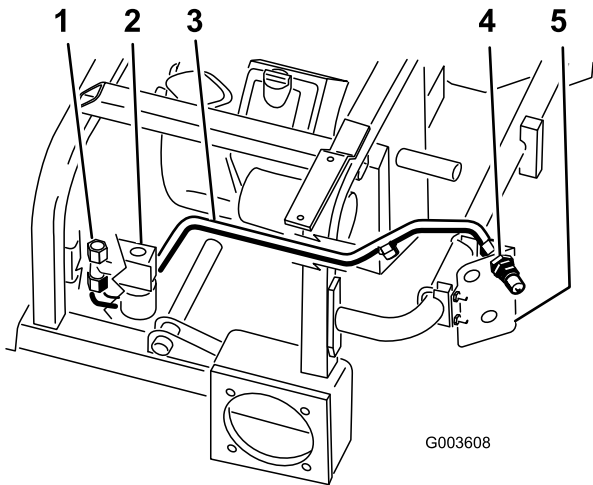

Bild 15
2. Positionieren Sie die Hydraulikleitung Nummer 1 in der Maschine, siehe Bild 15.
3. Befestigen Sie die Hydraulikleitung Nummer 1 am T-Stück, das seitlich am Ventil montiert ist (**Bild 15**).
4. Befestigen Sie die Hydraulikleitung Nummer 1 an der oberen Kupplung mit Außengewinde (**Bild 15**).